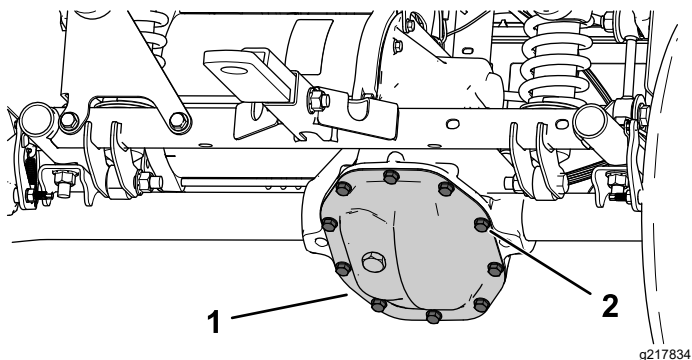

Figura 49
1. Allineate una bacinella di spurgo sotto la protezione del transaxle (Figura 49).
2. Rimuovete i bulloni dalla protezione del transaxle e spurgate completamente il fluido (Figura 49).